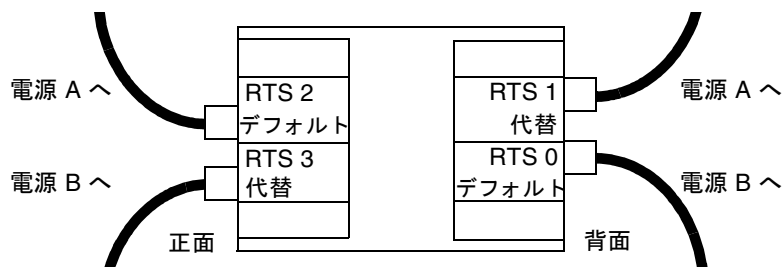

図 2-8 2 つの独立した AC 電源
- 2 つの独立した AC 電源を使用する構成では、システムの正面に 2 本、背面に 2 本の計 4 本のケーブルを接続します (図 2-8)。